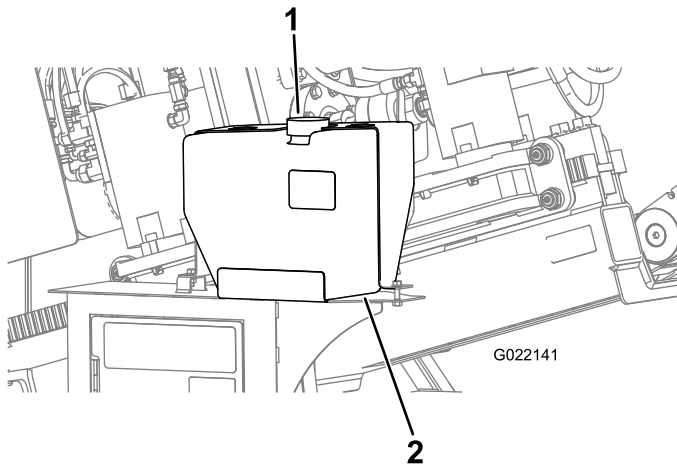

Figure 115
- D. Enlevez le bouchon du réservoir d'antigel pour la pompe à fluide de forage (Figure 115).
E. Vérifiez que le réservoir est rempli d'antigel (Figure 115).
C. Ajoutez la quantité nécessaire d'antigel dans le réservoir (Figure 115).
5. Remettez le bouchon sur le réservoir d'antigel (Figure 115).